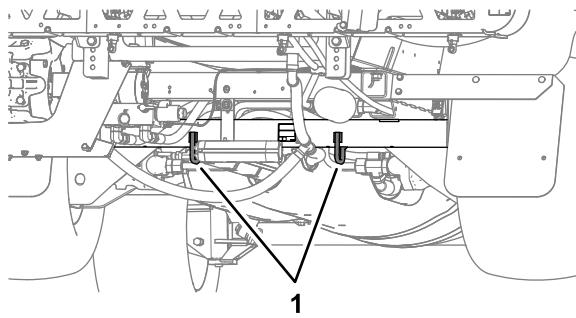
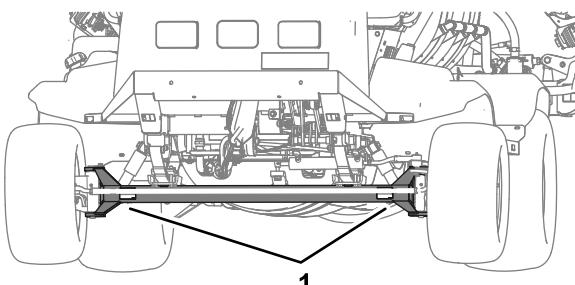

Figura 47
Figura 46
- Prenda bem a máquina ao veículo de transporte; Figura 46 e Figura 47 ilustram os pontos de fixação da máquina.